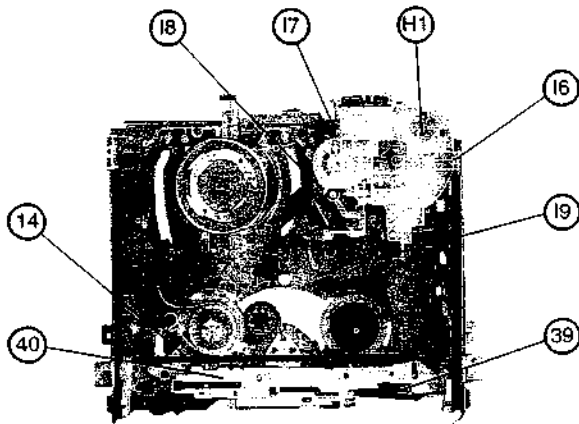

fig. 10
4) AUSTAUSCHEN DES FUNKTIONSKONTROLLMOTORS: (Abb. 10 und 11)
4) REPLACEMENT OF THE FUNCTION CONTROL MOTOR: (fig. 10 and 11)
5) AUSTAUSCH DER FUNKTIONSSTEUERNOCKE: (Abb. 10, 12, 13 und 14)
- Die Antriebsachse (14) der Kassettenträger ausbauen.
- Die Feder (39) und die Gleitschiene (40) entfernen.
- Die Andruckrolle (1) und den Hebel (25) entfernen.
5) REPLACEMENT OF THE CONTROL CAM: (fig. 10, 12, 13 and 14)